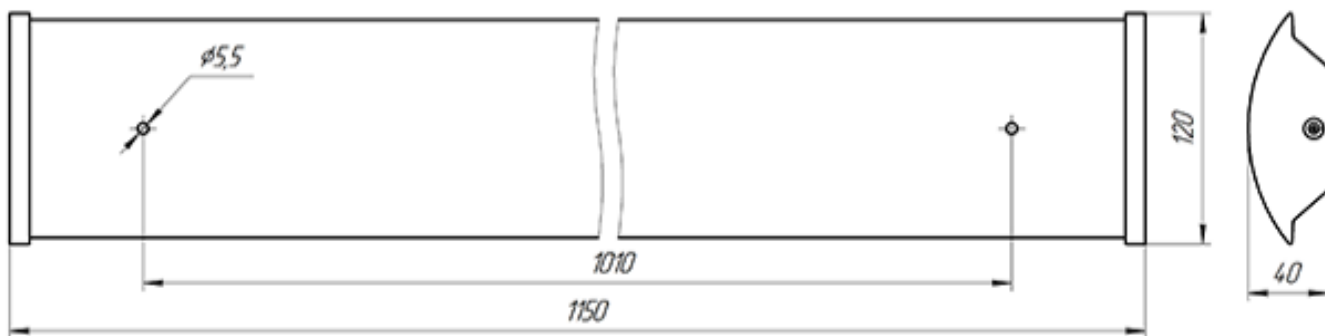

Рисунок 1. Габаритный чертеж Ecomex Office 1200
5.2.1. Для установки светильника необходимо отсоединить торцевую крышку и аккуратно снять рассеиватель. Надежно закрепить на ровной поверхности корпус светильника при помощи креплений (не входят в комплект поставки), габариты для монтажа см. рисунок 1.